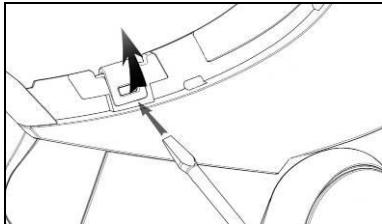

Fig. 28
- Lossa höger klämma från hättan, genom att trycka uppåt med en skravmejsel med platt blad (eller liknande föremål) så som visas i Fig. 28.